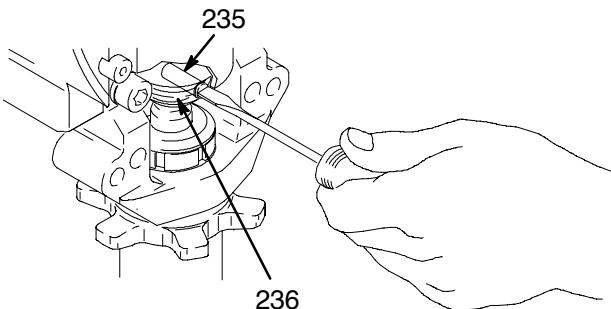
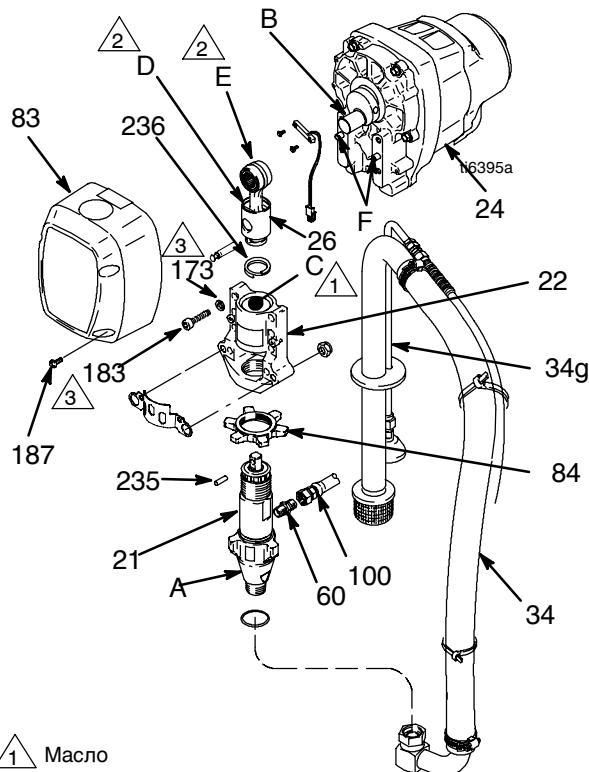

Рис. 1
Рис. 2 Здесь показана модель 248862
- Рис. 2. Отверните винты (187) и снимите переднюю крышку (83).
- Отвинтите от насоса трубку всасывания (34), придерживайте ключом выпускной клапан (A) насоса, чтобы не ослабить крепление насоса.
- Отсоедините выходной шланг насоса (100) от выходного патрубка поршневого насоса (60).
- См. Рис. 1. С помощью отвертки сдвиньте вверх стопорную шайбу (236) в верхней части насоса. Вытолкните шпильку (235).
- См. Рис. 2. Ослабьте контргайку (84). Отвинтите и снимите поршневой насос (21).
- Удалите четыре винта (183) с пружинными шайбами (173) из корпуса подшипника (22).
- Вытяните шатун (26) и слегка постучите по нижней задней части корпуса подшипника (22) пластмассовым молотком, чтобы отделить его от корпуса привода (24). Извлеките корпус подшипника и узел шатуна (26) из корпуса привода.
- Осмотрите кривошип (B), чтобы выявить чрезмерный износ; при необходимости замените детали.
- Установите винты (183) с пружинными шайбами (173) в корпус подшипника. Равномерно затяните их в соответствии с примечанием 3 к Рис. 2.